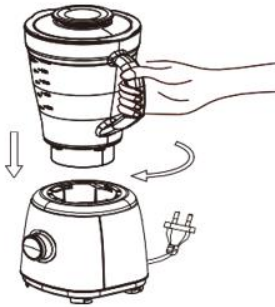

Fig 2
2. Setzen Sie den Becher in den unteren Teil (5), anschließend drehen Sie ihn im Uhrzeigersinn. Weitere Informationen finden Sie im Abschnitt „Sicherheitsverriegelungssystem“. (Abb. 2)